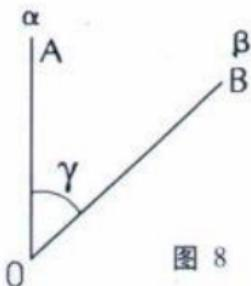

图 8
4.3.3 转动望远镜瞄准 B 点，读取度盘刻度值，则两者之差即为方位角 γ (如图 8)。